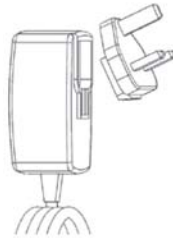

Figura 3 - Fonte de alimentação
- O carregador é fornecido com um conjunto de adaptadores para utilização em vários países (Figura 3).